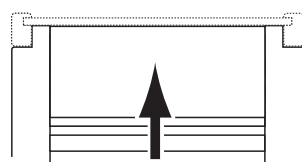

FIG. 3.5
6. Placer les encoches du haut de la Tour à niveau et serrées contre le dessous de la tablette supérieure. (Fig.3.5)